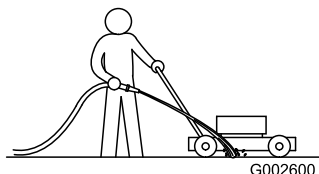

Figura 39
1. Con el motor en marcha sobre una superficie plana pavimentada, dirija un chorro de agua hacia delante de la rueda trasera **derecha** (Figura 39).